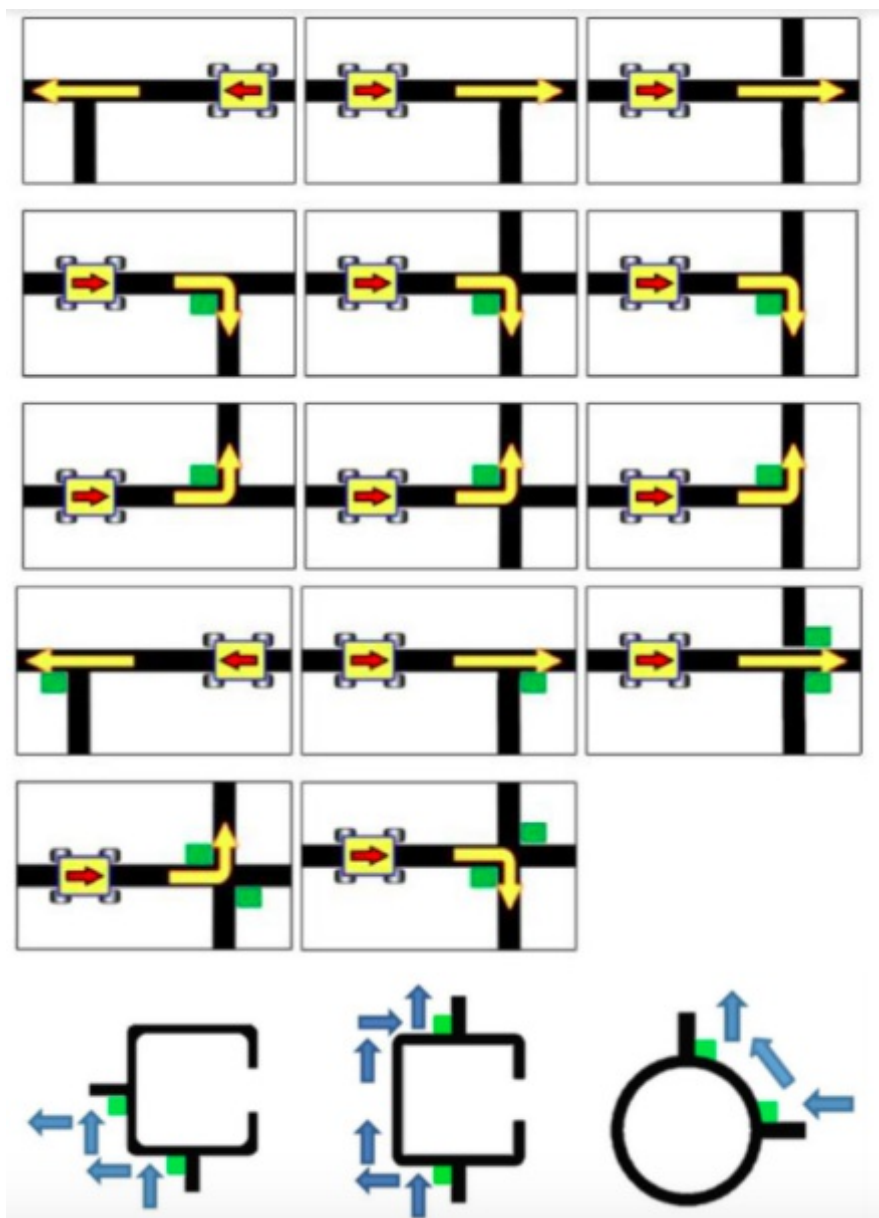

Figura 8 – Caminhos obrigatórios que o robô deve seguir ao encontrar uma encruzilhada.
11.2 As intersecções podem conter uma marcação verde de 2,5cm x 2,5cm logo antes (na região interna da curva) do cruzamento para indicar a direção que o robô deverá seguir. A marcação verde pode indicar um caminho à direita ou à esquerda. Na ausência da marcação verde, o robô deve continuar em frente. Se a marcação verde estiver após o cruzamento (na região externa da curva), ela diz respeito a outra parte do percurso e deve ser ignorada no percurso em avaliação. A Figura 8 apresenta exemplos de caminhos a serem seguidos nestes casos.